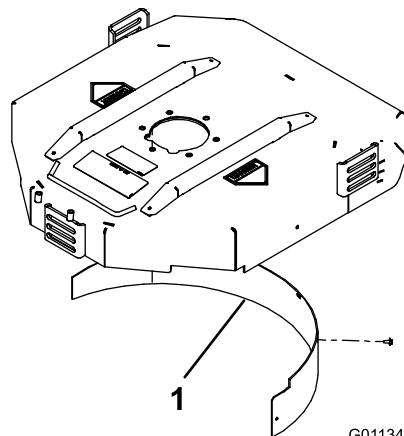

Bild 8
2. Montieren Sie das Mulchablenkblech in der hinteren Öffnung und befestigen Sie es mit fünf Bundschrauben (**Bild 8**).